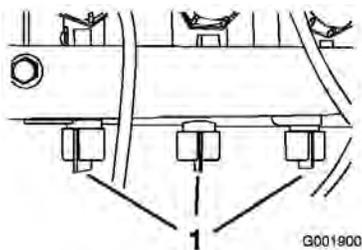

Figure 40
12. Réglez la soupape de dérivation de rampe (Figure 40) située sous la soupape de commande de la rampe que vous avez mise hors service jusqu'à ce que la valeur indiquée au manomètre soit la même qu'au point 9.